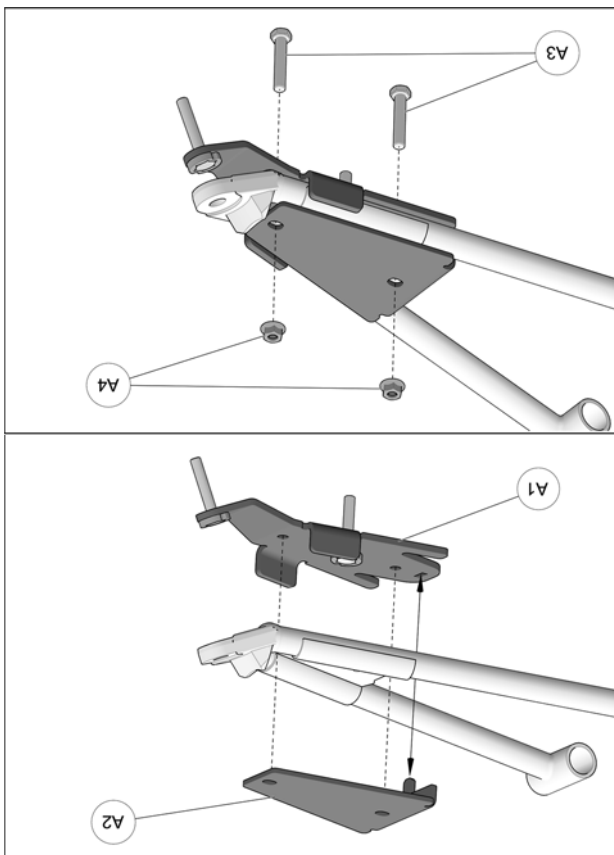

Fig. 16
6. Positionner la partie inférieure de l'ancrage anti-rotation (A1) sous le bras de suspension inférieur. Positionner la partie supérieure (A2) au-dessus du bras de suspension de façon à ce que les trous de la partie supérieure s'alignent avec ceux de la partie inférieure. Insérer les boulons M10x55mm (A3) par le dessous de l'ancrage et assembler les deux parties avec les écrous (A4) fournis. Serrer l'assemblage à un couple de 50 N•m [37 lb•pi]. Voir la Fig. 16